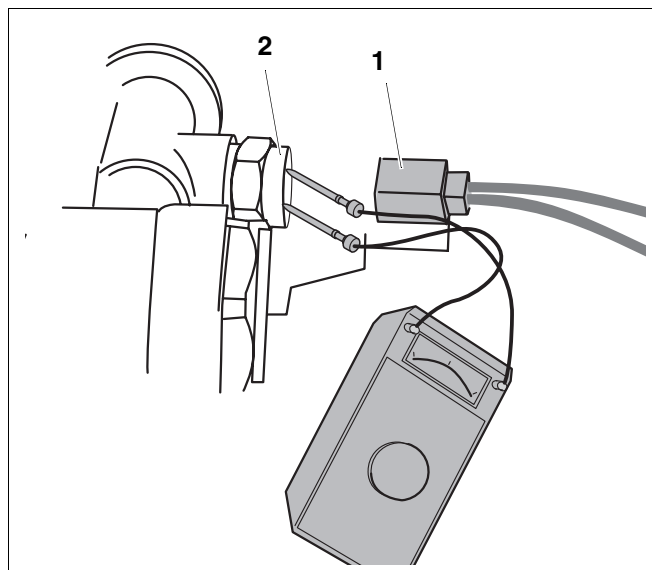

Fig. 29 Verificarea senzorului de apă caldă menajeră
- Se scoate conectorul (Fig. 29, Poz. 1) dinspre traductor (Fig. 29, Poz. 2).